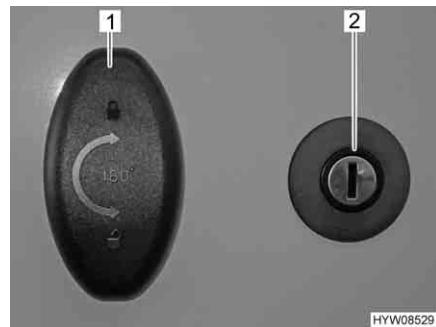

Fig. 42 Serratura della porta del garage
- Inserire la chiave nel cilindro della serratura (Fig. 42,2) e ruotare in senso orario. La chiusura centralizzata è sbloccata.
- Girare la la maniglia della serratura (Fig. 42,1) in senso antiorario di un mezzo giro e aprire la porta del garage.
- Girare la la maniglia della serratura (Fig. 42,1) in senso antiorario di un mezzo giro.
- Inserire la chiave nel cilindro della serratura (Fig. 42,2) e ruotare in senso antiorario. La chiusura centralizzata è bloccata.